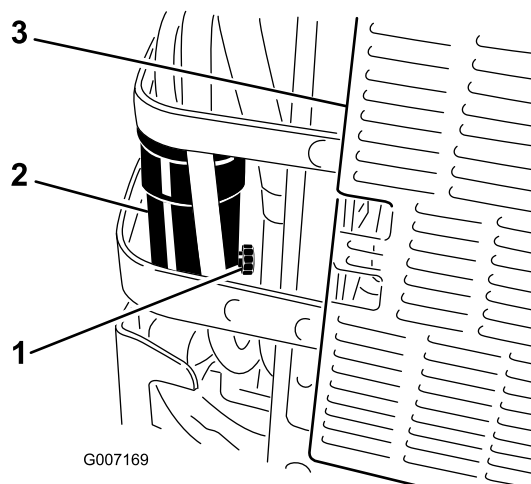

Figure 50
6. Dévissez le robinet de vidange du séparateur d'eau d'un tour environ pour vidanger l'eau et autres contaminants (Figure 50).
7. Fermez le robinet de vidange lorsque le gazole commence à sortir (Figure 50).